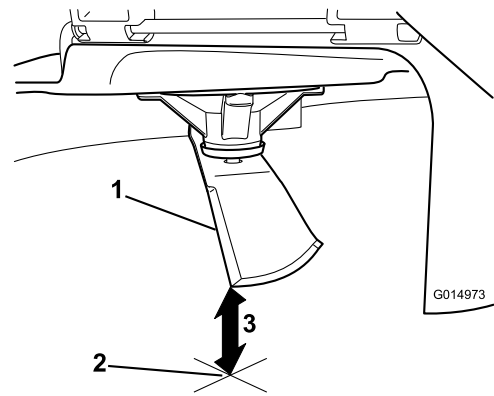

Figure 49
3. Mesurez la distance entre la pointe de la lame et la surface plane (Figure 49).